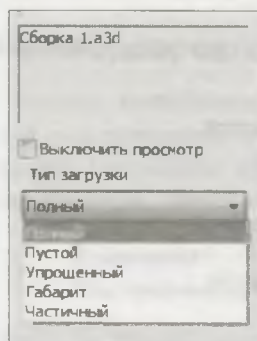

Рис. 25.31. Выбор типа загрузки в диалоговом окне
- ◆ указать перед открытием файла. Для этого в диалоговом окне **Выберите файлы для открытия** открыть список в окне **Тип загрузки** (рис. 25.31) и выбрать тип загрузки;